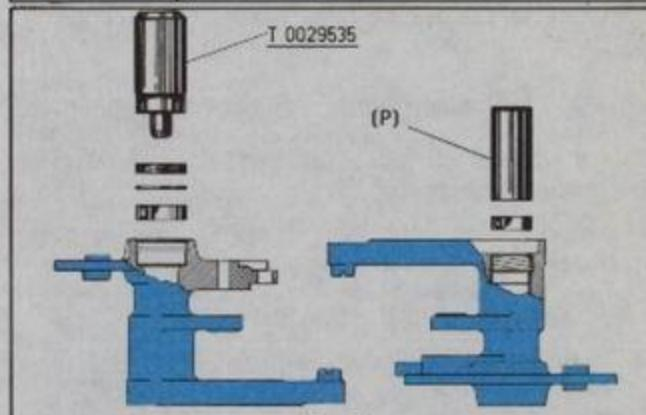

Fig. 91
Fig. 91. Montaje eje rueda delantera: Para el montaje del eje porta-rueda se seguirá el siguiente método: Montar el rodamiento y el retén, como indica la figura, con el útil T. 0029535 (montar previamente el anillo en su respectivo lugar), continuar por el lado inverso y montar el cojinete de bolas con un puntero (P) de diámetro exterior de 30 mm. Seguidamente montar el eje porta-rueda, golpeando por el lado del cono (ver figura) con un mazo de madera (Fig. 91 bis).
Fig. 91 bis